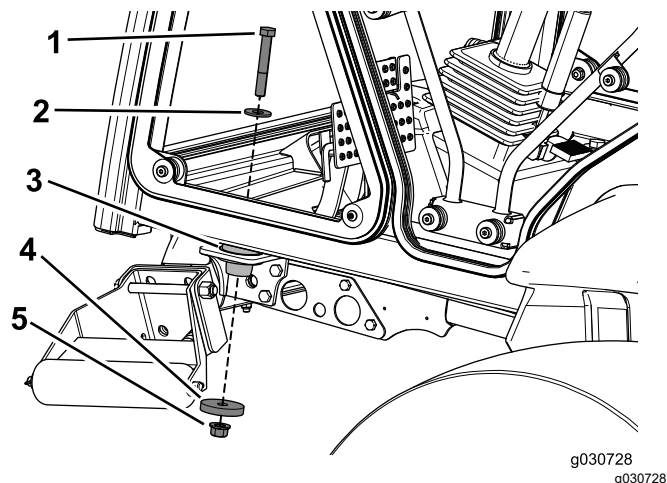

Figura 29
5. Utilizzate un bullone ($\frac{1}{2}$ " x $3\frac{1}{4}$ "), una rondella ($1\frac{3}{8}$ "), una rondella ($2\frac{1}{4}$ ") e un dado di bloccaggio ($\frac{1}{2}$ ") per fissare la cabina ai supporti anteriori della macchina (Figura 29).